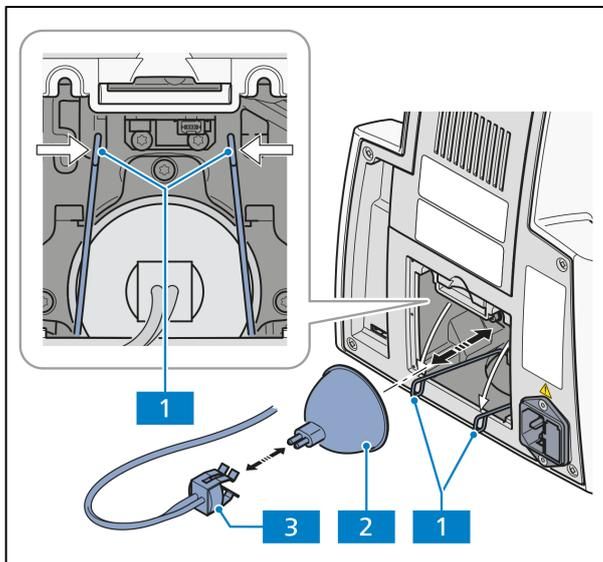

Abb. 3-16 Halogenlampe wechseln
- Lampenstecker (Abb. 3-16/3) von der Halogenlampe (Abb. 3-16/2) abziehen.
- Den Klemmbügel der Lampenhalterung an den Schlaufen (Abb. 3-16/1) beidseitig zusammen drücken und nach unten kippen.
- Bei Lampenwechsel die alte Lampe (Abb. 3-16/2) herausnehmen.
- Klemmbügel (Abb. 3-16/1) der Lampenhalterung mit der aufliegenden Lampe anheben, bis sie vollständig an der Lampenhalterung anliegen. Dabei die beiden Klemmbügelenden leicht zusammendrücken und an den beiden oberen Halteelemente vorbeiführen. Druck dann soweit wegnehmen, dass sich der Klemmbügel öffnet und beidseitig hinter den Halteelementen einrastet.
- Korrekten Sitz der Lampe prüfen und Lampenstecker (Abb. 3-16/3) auf die Stifte der Lampe (Abb. 3-16/2) aufstecken. Dabei nicht verkanten, damit die Stifte nicht verbogen werden.